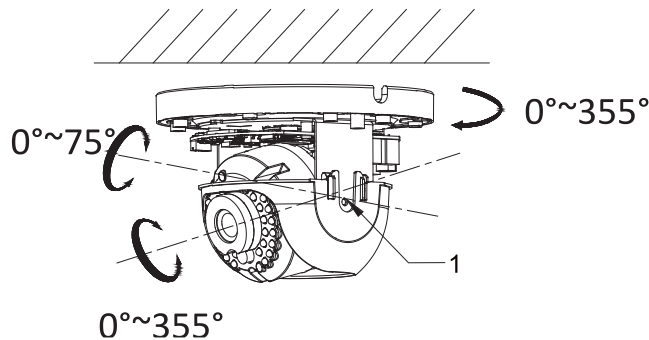

Figure 3 : Réglage de la caméra sur 3 axes ; 1 - Vis de blocage
La caméra est conçue pour être utilisée dans un environnement intérieur et extérieur (indice de protection IP67) et peut être installée au plafond ou sur un mur. Le réglage de l'objectif de la caméra est effectué sur 3 axes, ce qui permet une installation très simple dans toutes les positions (voir la figure 3).
7. Fixer la base de la caméra à la base de montage à l'aide de 3 vis métriques en utilisant une clé Torx. Faire attention au bon positionnement de la caméra, voir l'encoche dans la figure 3.
8. Effectuer l'enregistrement de la caméra (voir le chapitre : Enregistrement vers un serveur) pour avoir accès à la prévisualisation et aligner la caméra dans le sens requis, autorisé sur trois axes - voir la figure 3.